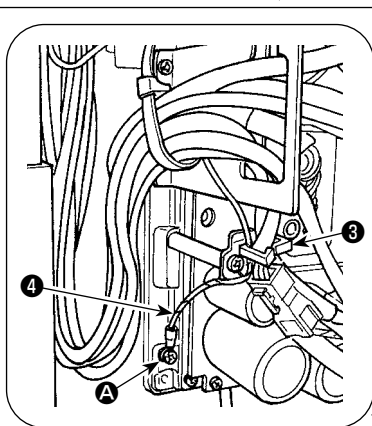

Fig. 2
- 3) Fije el conductor a tierra ④ en la posición A de la caja de control con un tornillo. (Fig. 2)